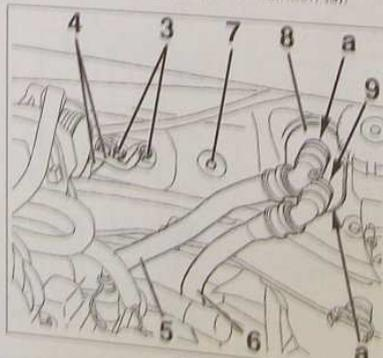

FIG.6
- les vis (3) et désaccoupler les tuyaux de climatisation (4) puis les obturer (Fig.6).
• À l'aide de pince durit, pincer les durits (5) et (6).
- la vis de fixation (7) du groupe de chauffage,
- la vis (9) et écarter la plaque de maintien (8).